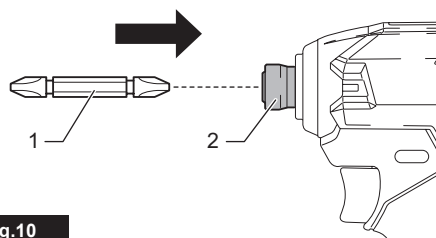

Fig.10
► Рис.10: 1. Боковая ручка 2. Выступ 3. Паз 4. Ручка